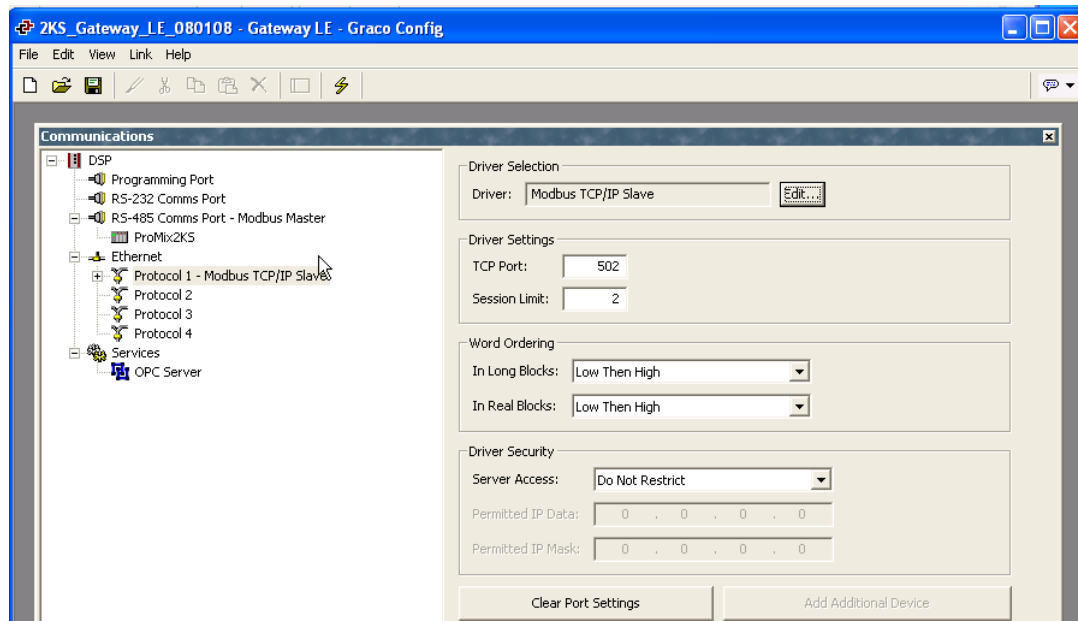

FIG. 19: Voorgeconfigureerde database
1. Klik tweemaal op de communicatieknop om de voorgeconfigureerde database (.gg2) te openen. Het bestand is reeds voor ProMix 2KS ingesteld. Zie FIG. 19.